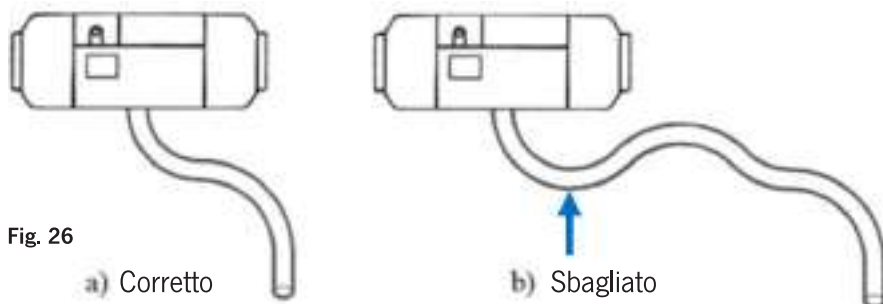

Fig. 26
- Installare il tubo di ingresso dell'aria di combustione e il tubo di scarico in una direzione continua verso il basso dal riscaldatore, per scaricare l'acqua di condensa. Fig. 26.